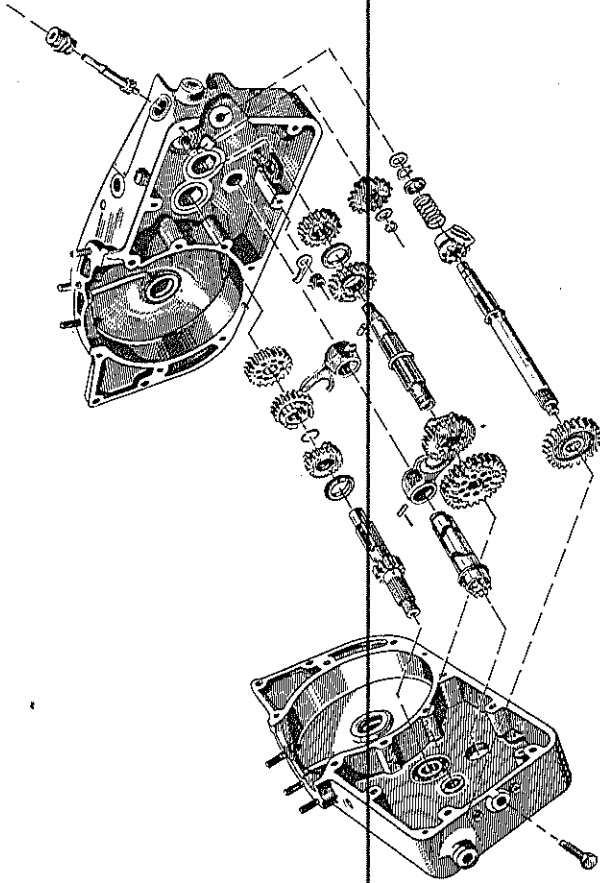

Fig. 14. — Versnellingsbak
b) **VERSNELLINGSBAK** (Fig. 14). — Achter de blokmotor aangebracht, de versnellingsbak heeft vier versnellingen en een neutrale stand (dode punt). Zij bevat twee hoofdasen: de primaire as, die aangedreven wordt door tussenkomst van de koppeling en de secundaire as, die de beweging overbrengt op het achterwiel door middel van het op het uiteinde van de as bevestigde kettingwiel en de ketting. De vier tandwielen op de primaire as zijn steeds in aangrijping met de corresponderende tandwielen op de secundaire as. Een van de tandwielen van ieder stel, waarmede een versnelling wordt ingeschakeld, is door middel van groeven steeds vast verbonden met zijn as. Een systeem van in de lengterichting verschuifbare